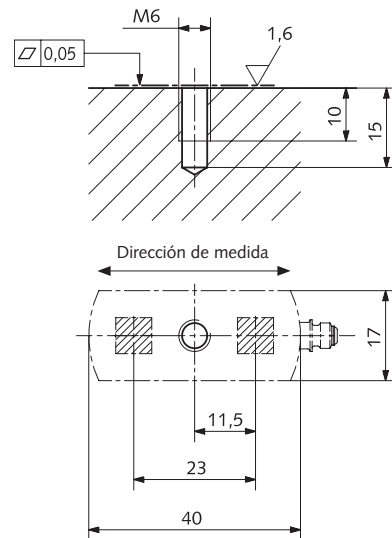

Fig. 2: Preparación de la superficie de montaje
- Mecanizar la superficie en el punto de medición y realizar una rosca M6 (ver fig. 2).